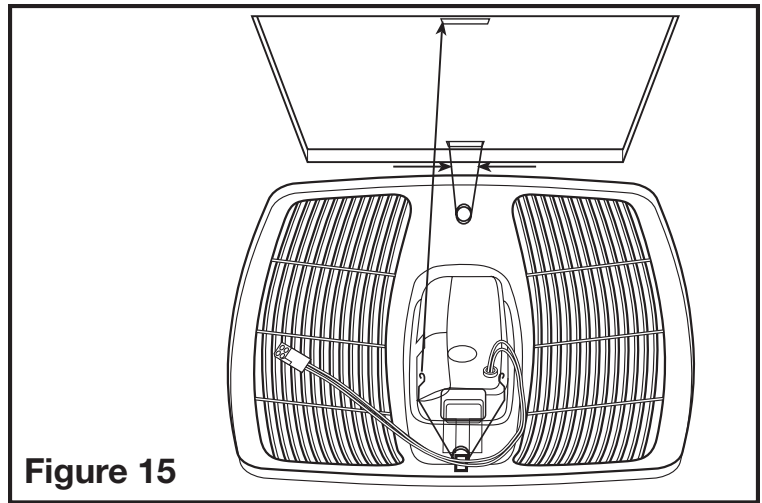

Figure 15
- 4a. **MODÈLES STANDARDS ET DÉTECTION DE D'HUMIDITÉ :** Installez la grille en pressant les ressorts ensemble pour les installer dans la fente la plus éloignée du compartiment de câblage sur le boîtier du ventilateur. Attachez le câble à connexion rapide de 4 broches de la grille au connecteur de 4 broches sur le dessus du couvercle du compartiment de câblage. Le câble ne s'insère que d'une façon dans la prise. Installez l'autre ressort et poussez la grille vers le haut en place (Figure 15).